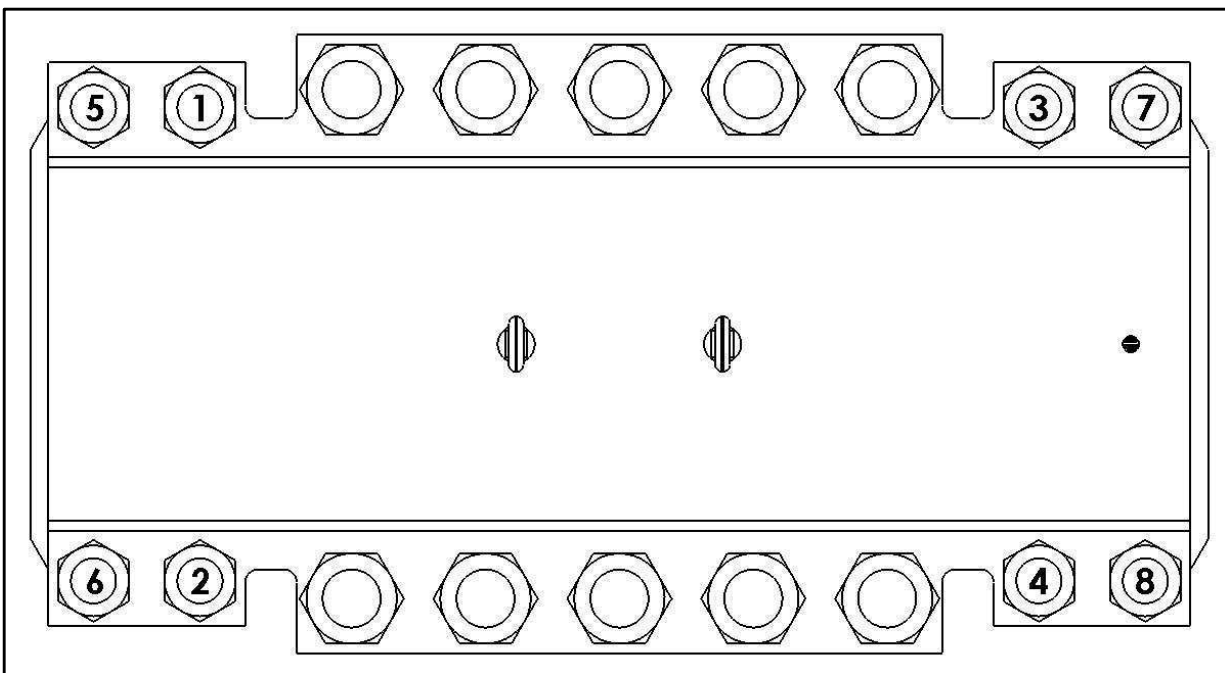

Figura 15
12. Apriete los espárragos y las tuercas de las secciones de sujeción de manera uniforme, como lo indican los **Valores de par de apriete para la sección de sujeción** en la *Tabla de PLIDCO de par de apriete de los elementos de sujeción* ubicada en la página 20. Tenga en cuenta que las barras laterales en la sección de sellado están separadas aproximadamente 1/8 pulgadas (3.2 mm) o menos cuando la silleta de derivación en carga "PLIDCO Hot Tapping+Saddle" está completamente apretada. La separación entre las barras laterales en la sección de sujeción es típicamente mayor que el de la sección de sellado y depende del tamaño del tubo. La secuencia de apriete de los espárragos debe seguir el patrón de la Figura 15 y debe realizarse repetidamente de la siguiente manera: